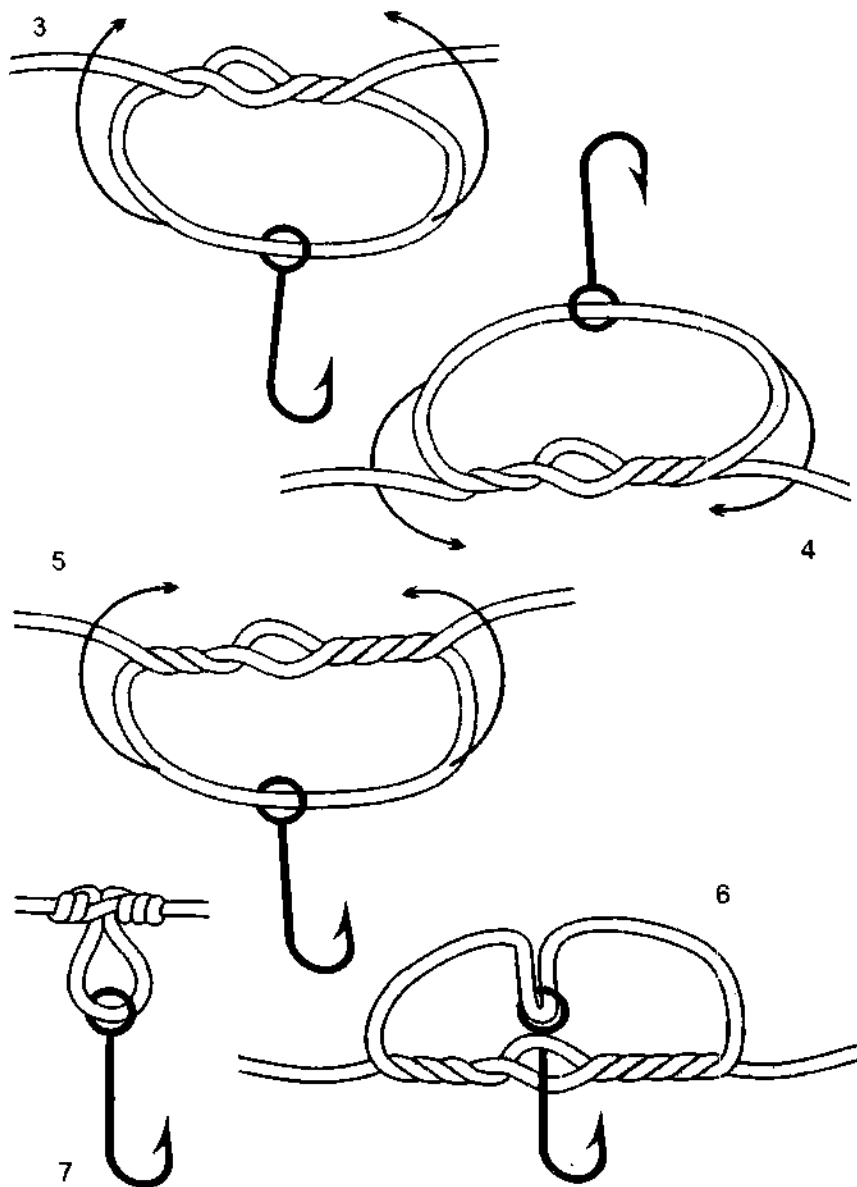

Рис. 694. Привязывание крючка с помощью петлевого узла.
*Петлевой узел* – родной брат *змеиному узлу* (рис. 694). Узел легко вяжется и хорошо держит.